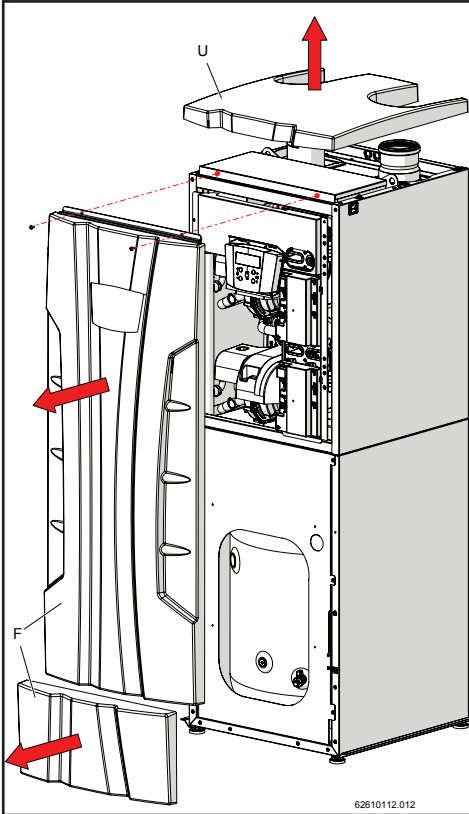

Figura 12-4
- 2.- Rimuovere le coperture frontali inferiore e superiore "F" e la copertura superiore "U" dell'apparecchio, come mostrato in figura 12-4.